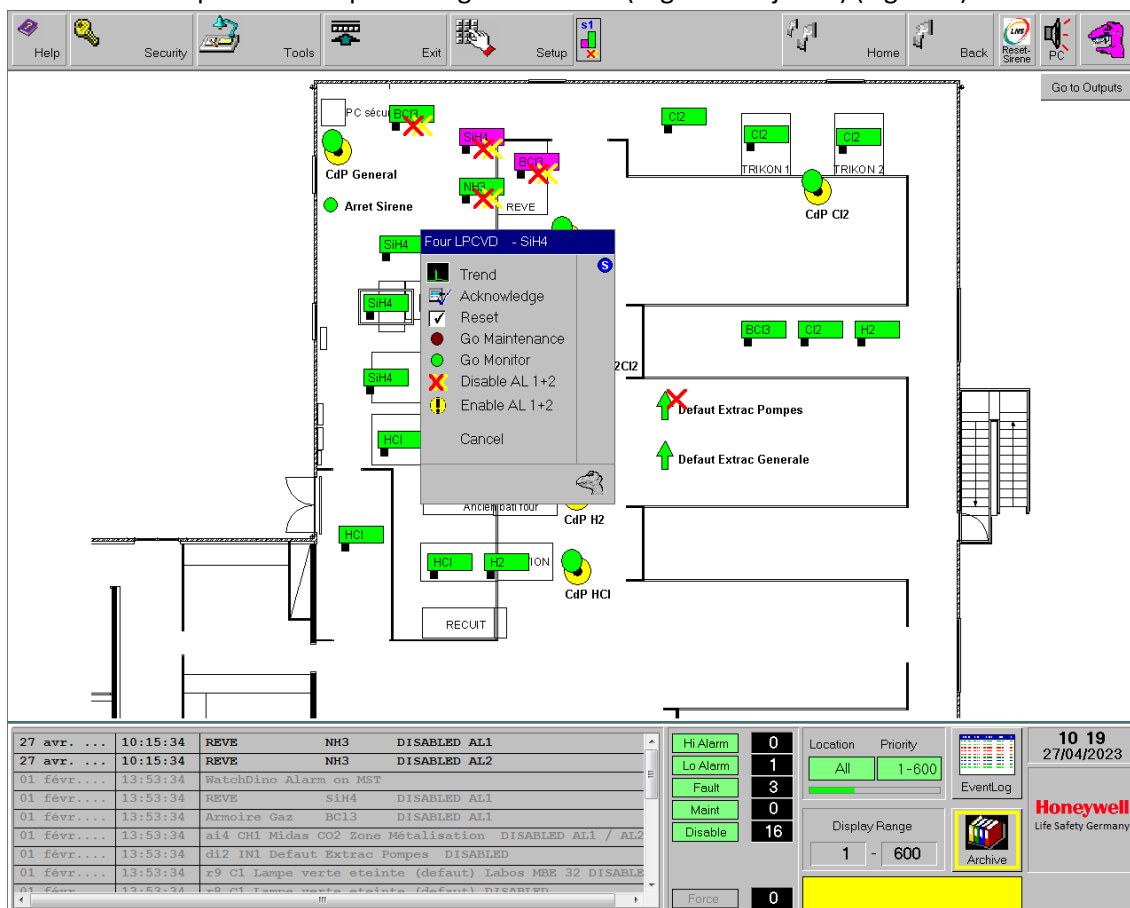

Figure 9 : Page capteur de gaz
- Cliquer sur le capteur de gaz en défaut (clignote en jaune) (Figure 9)